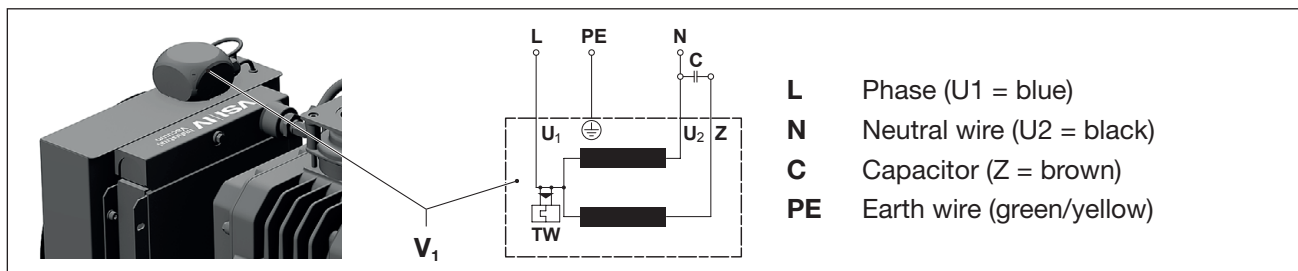

Fig. 14 Plano de conexiones del ventilador
- Conecte la fuente de alimentación a la caja de terminales (Fig. 14/V₁) del ventilador.